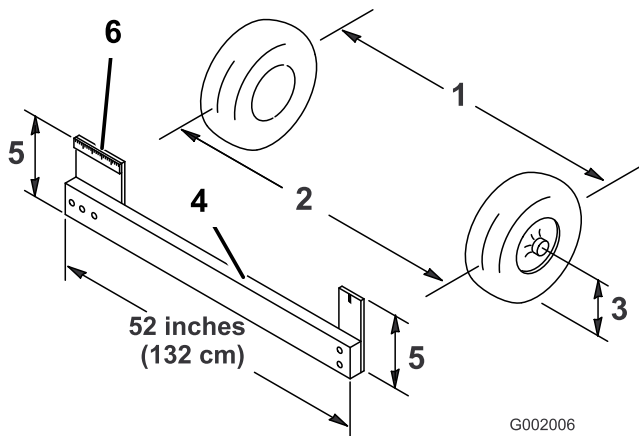

Figura 57
- Meça a distância entre os pneus dianteiros à altura do eixo na zona dianteira e traseira dos pneus dianteiros (Figura 57). É preciso um objecto imóvel ou um medidor de alinhamento para a medição traseira dos pneus dianteiros à altura do eixo. Utilize o mesmo objecto ou medidor de alinhamento para obter uma medição precisa da dianteira dos pneus dianteiros à altura do eixo (Figura 57).